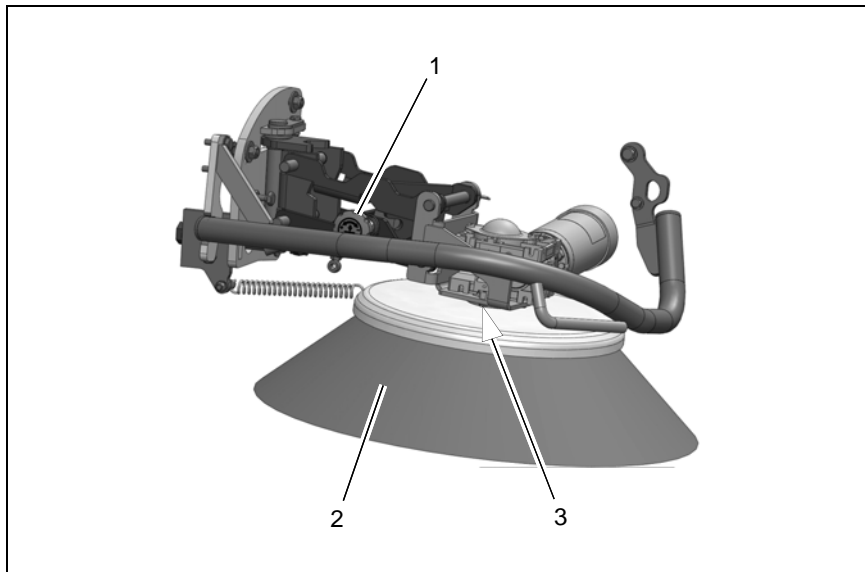

Abb.27
Den Seitenbesen (Abb. 27/2) wöchentlich auf Verschleiß kontrollieren. Bei Verschleiß bzw. nach einem Wechsel den Seitenbesen folgendermaßen einstellen:
2. Die Auflagefläche des Seitenbesens (Abb. 27/2) mit der Einstellschraube (Abb. 27/1) einstellen. Die Auflagefläche des Seitenbesens sollte ca. $\frac{2}{3}$ des Besenumfangs betragen.
2. Schrauben und Scheiben des Mitnehmers (Abb. 27/3) lösen und den Seitenbesen (Abb. 27/2) abnehmen.